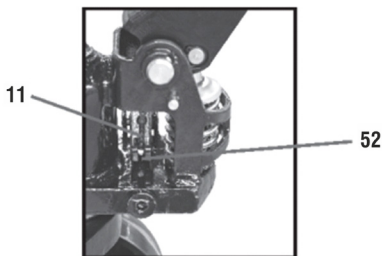

Fig. 4 – Encaje de la cadena
- c. Enganche la punta (pino roscado y tuerca 11) de la corriente (10) en la ranura del vástago de ajuste (52), (fig. 4).